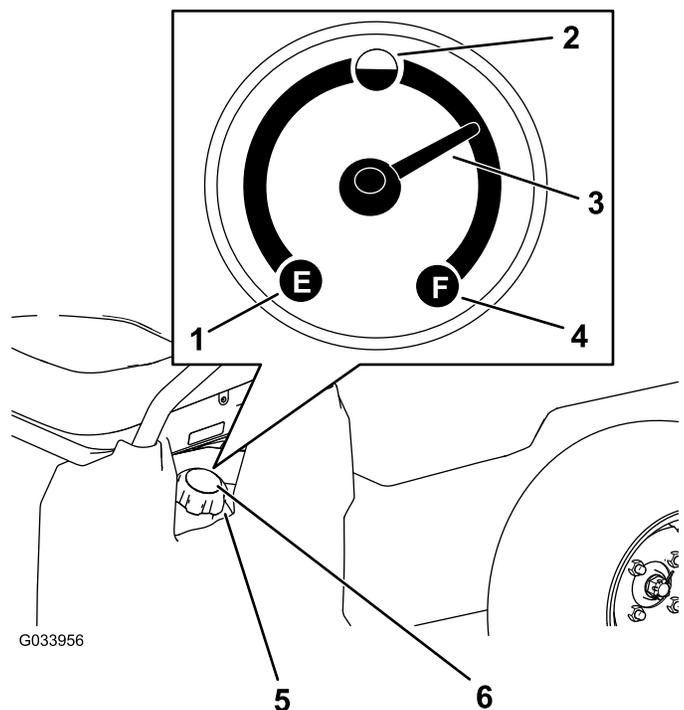

図 12
5. 燃料タンクのキャップ  図 12 の周囲をきれいに拭く。